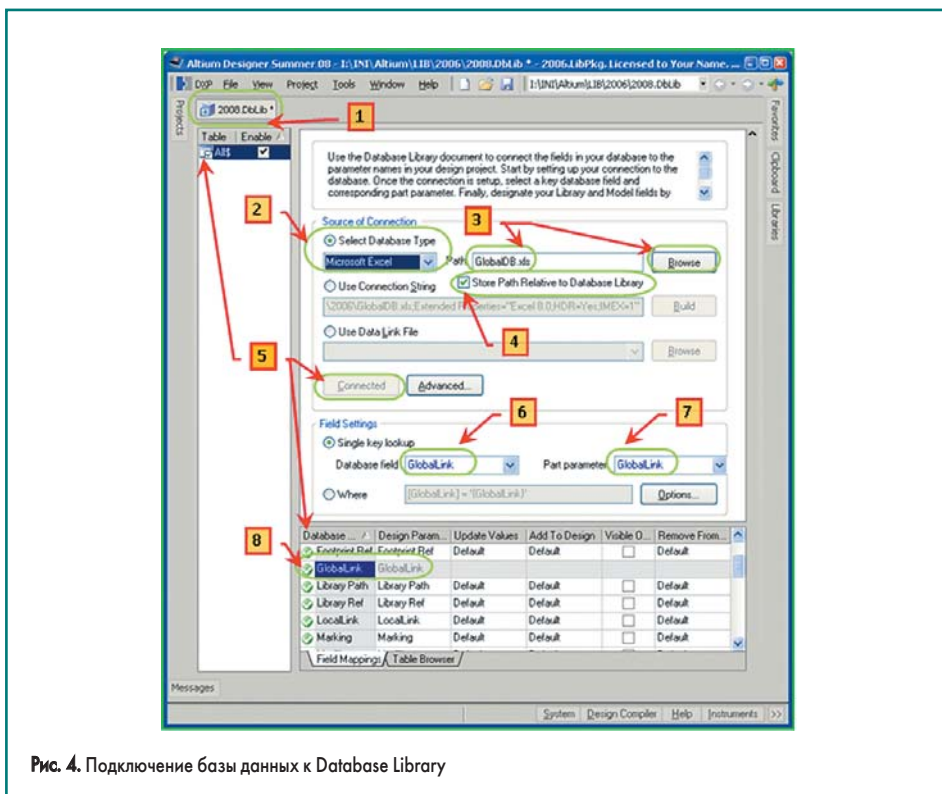

Рис. 4. Подключение базы данных к Database Library
1. Открываем файл Database Library 2008.DbLib, созданный в предыдущем разделе (рис. 4).